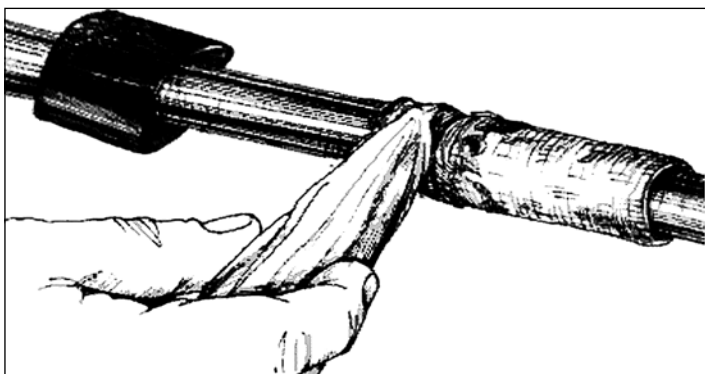
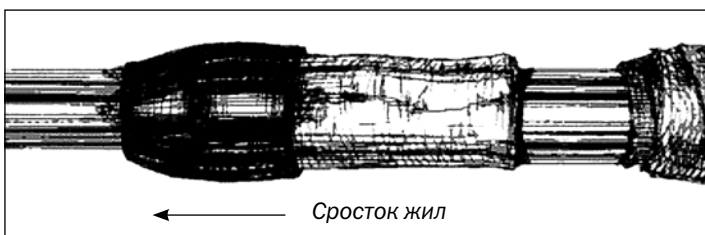

Рис. 4.24. - Нанесение клея-расплава КР-1
Рис. 4.25. - Герметизация свинцовой втулки со стороны сращения жил
**4.5.1.\*** На место припайки свинцовой втулки и на ее торец по всей окружности наносят клей-расплав КР-1 (Рис. 4.24), а затем усаживают трубку ТУТ 40/20 длиной 40 мм, предварительно надвинутый на кабель. Таким образом, производят защиту паяного соединения и герметизацию свинцовой втулки со стороны сращения жил (Рис. 4.25).